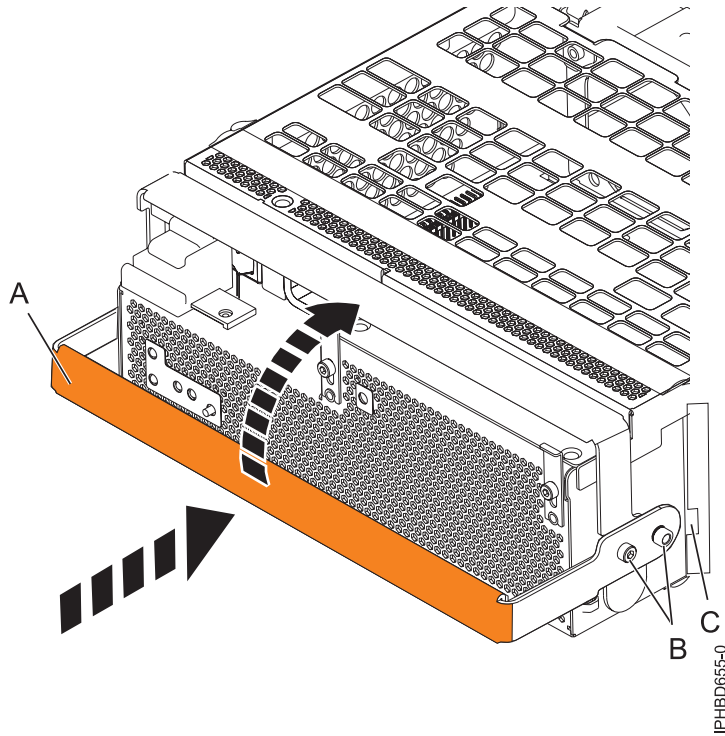

Figure 72. Remplacement d'un bloc d'alimentation
10. Pour remplacer l'alimentation électrique, avec la poignée de verrouillage (A) en position ouverte, insérez l'alimentation électrique dans l'unité d'extension comme indiqué à la figure 72, à la page 80.
11. Fermez le levier de verrouillage (A) jusqu'à ce que le bloc d'alimentation soit maintenu en place.